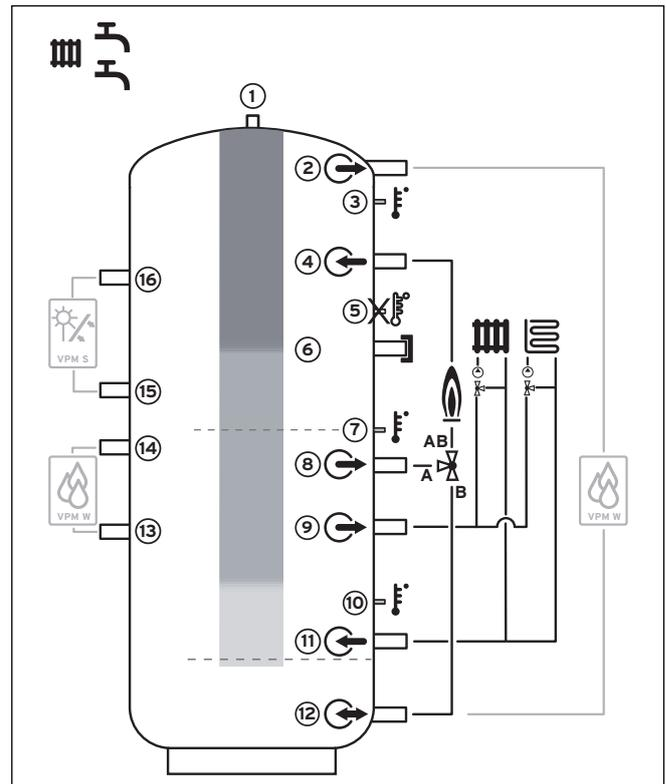

Abb. 3.3 Pufferspeicher VPS/2: Beispiel für Sportanwendung
- Warmwasserbereitung und Heizanlagen mit erhöhtem Warmwasserbedarf (siehe Abb. 3.3) z. B. in Sportstätten)